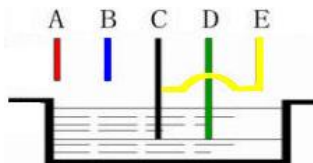

Рис. 3
- 4.3. Поместите датчики на один уровень в резервуар с водой, как показано на рис. 3.